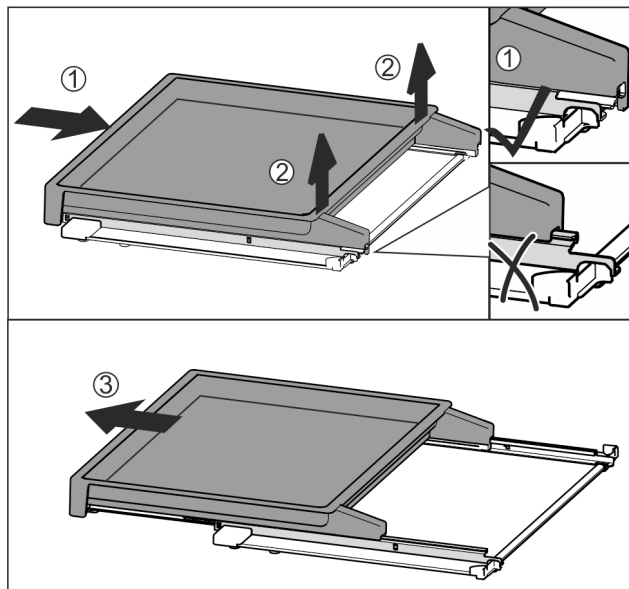

Fig. 133
- ▶ Împingeți complet raftul extractibil în interior Fig. 133 (1).
- ▶ Desfaceți blocarea din partea din spate Fig. 133 (2).
- ▶ Extrageți raftul extractibil către înainte Fig. 133 (3).